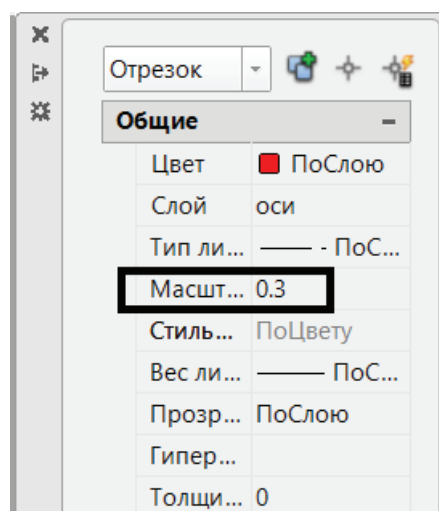

Рис. 2.4.2. Редактирование масштаба типа линии
- выделяем все осевые линии, щелкая по ним **ЛКМ**, затем на палитре **Свойства** в окне **Масштаб типа линии** установим 0.3 вместо 1 (рис. 2.4.2).